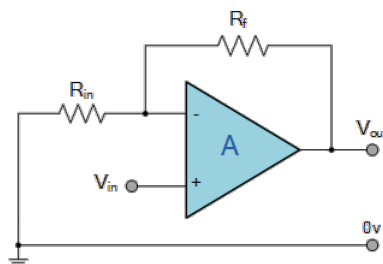
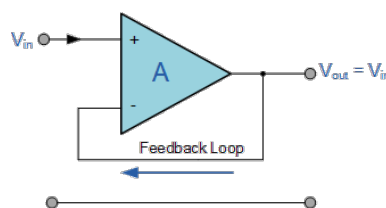

Figura 13: AOP en configuración de amplificador non-inversor.
Figura 14: *Seguidor de tensión.*
3. Aquí imos a estudar unha nova configuración en lazo pechado que se amosa na Figura 13:
4. Se as resistencias no circuíto da Figura 13 tomaran os valores de $R_f = 0$ (cortocircuíto) e $R_{in} \rightarrow \infty$ (circuíto aberto), o circuíto sería equivalente ao amosado na Figura 14.